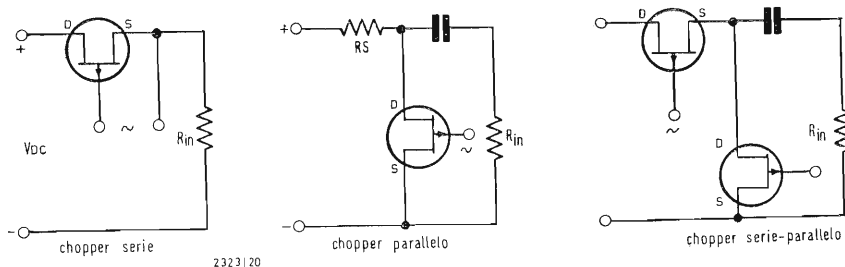

Fig. 20 - I tre tipi di « Chopper » a F.E.T.
- La resistenza di bloccaggio non è un parametro importante, poichè essa è generalmente trascurabile rispetto alle capacità parassite. Esattamente come coi transistori bipolari, tre configurazioni sono possibili: « chopper » serie, « chopper » parallelo e « chopper » serie-parallelo (fig. 20). Il chopper serie è più difficile da pilotare rispetto al chopper parallelo, che gli è spesso preferito; per prestazioni notevoli, è consigliabile usare la configurazione serie-parallelo.